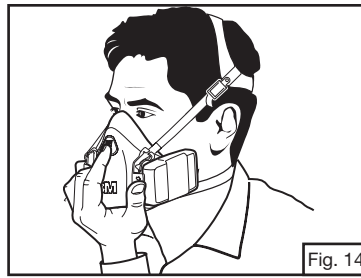

Fig. 14
1. Cubra a abertura na tampa da válvula de exalação com a mão e exale levemente (Fig. 14). Se a peça facial inchar ligeiramente e não forem detectados vazamentos de ar entre sua face e a peça facial, foi obtida uma vedação adequada.